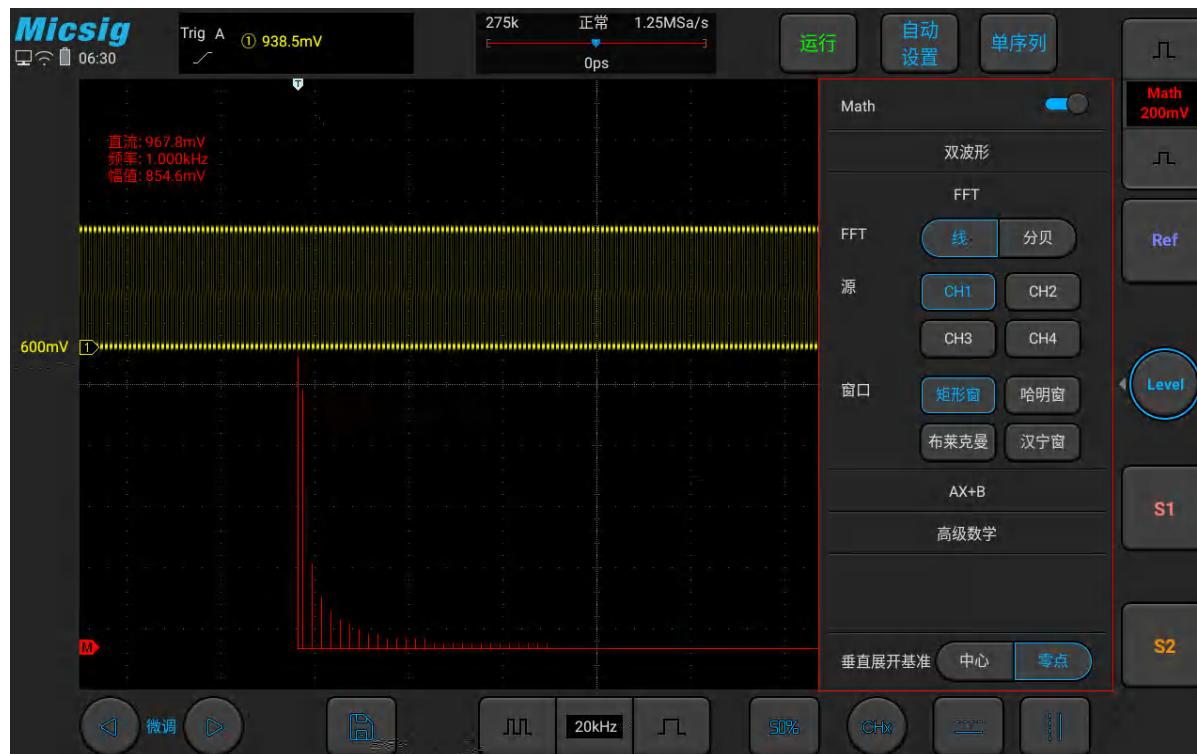

图8-3 FFT 窗口
视频录制的方法是在非示波器应用内界面从顶部向下滑，打开下拉菜单，轻点开始录屏后倒计时三秒结束即可进行视频录制，如图 8-3。倒计时结束前轻点屏幕下方三角、圆、方形按钮皆可取消录制。
- 2) 轻点 **FFT** 频谱类型“线/分贝”，打开 FFT 窗口（见图 8-3 FFT 窗口）。